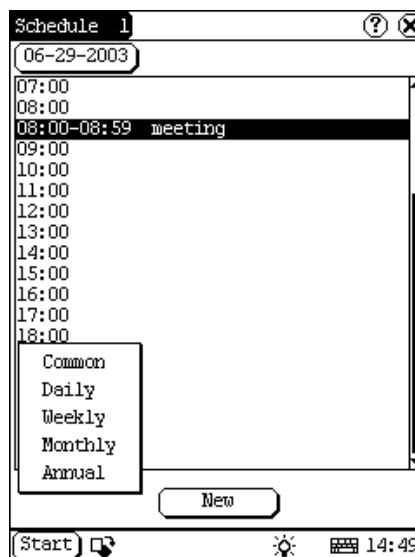

Рисунок 4-30
- 1) В интерфейсе расписания нажмите кнопку [New], появится список периода. См на рисунок 4-30.